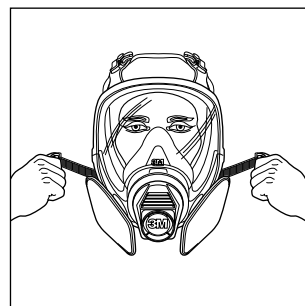

Fig. 3
- 6.2 Trageți capetele celor patru barete pentru a asigura fixarea, începând cu baretele din față. Nu strângeți prea tare baretele din față (Fig. 3).